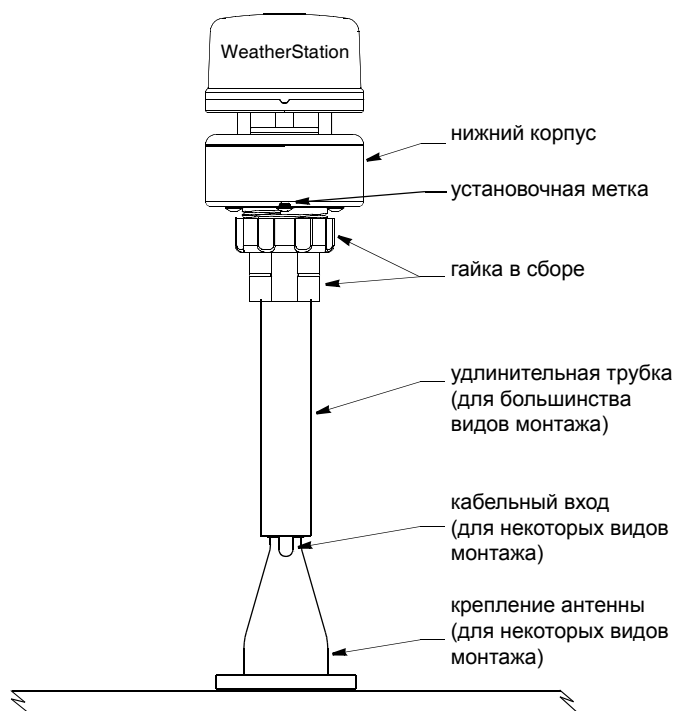

Рисунок 4. Установка (150WX)
При необходимости используйте прокладки, чтобы выровнять монтажную поверхность (см. рисунок 4).
6. Установите удлинительную трубку на крепление антенны при необходимости (см. рисунок 4).
4. Чтобы в дальнейшем правильно определять направление ветра, соблюдайте ориентацию установочной метки. Возьмитесь за нижнюю часть корпуса метеостанции WeatherStation под отражательной пластиной и поверните в требуемое положение (см. рисунок 4).